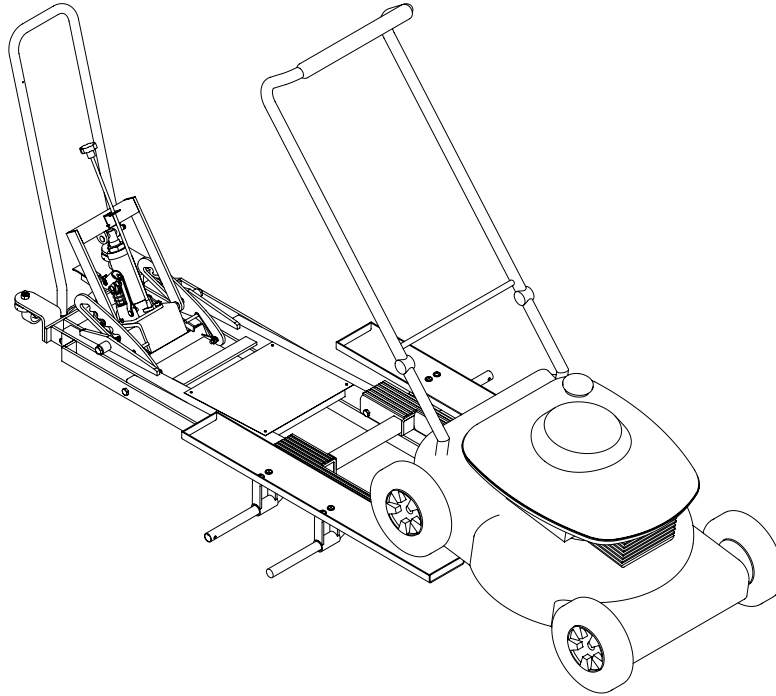

Figure 5 : Instructions pour le chargement
1. Soulevez l'arrière de la tondeuse et faites-la rouler sur les rails (voir figure 5).